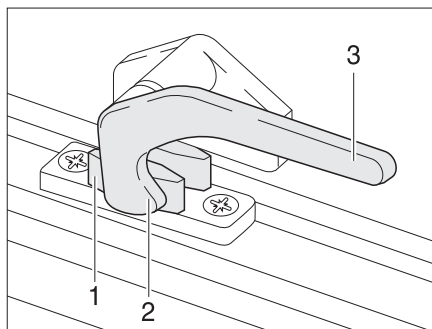

Bild 8 Verriegelungshebel in Stellung "geschlossen"
- Den Verriegelungshebel (Bild 8,3) eine viertel Umdrehung zur Fenstermitte hin drehen.
- Den Verriegelungshebel (Bild 8,3) eine viertel Umdrehung zum Fensterahmen hin drehen. Die Verriegelungsnase (Bild 8,2) liegt auf der Innenseite der Fensterverriegelung (Bild 8,1).
- in Stellung "fest verschlossen" (Bild 8)